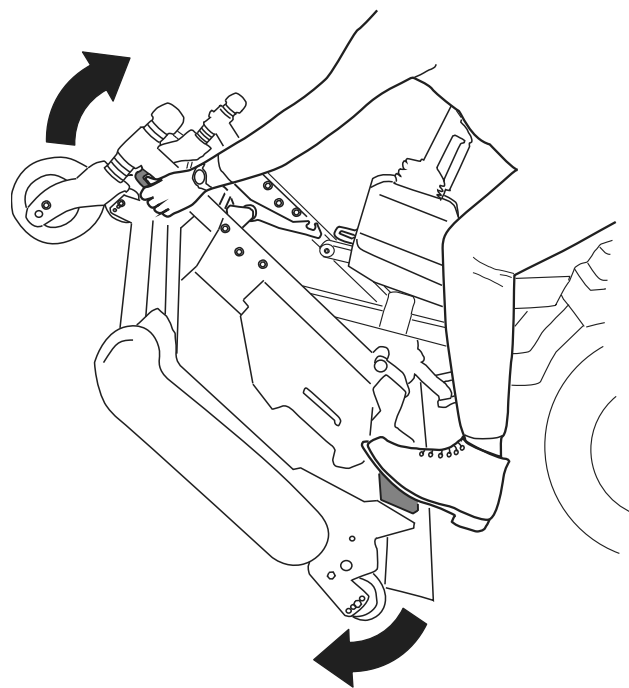
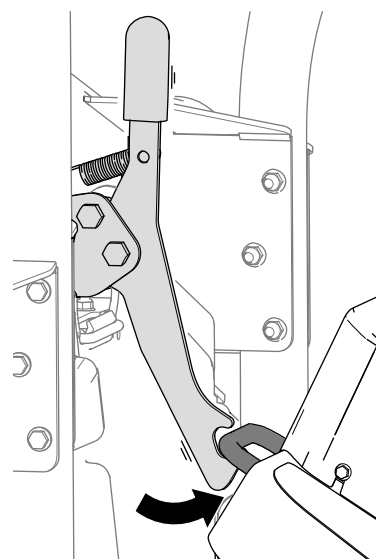

Figure 40
Figure 41
5. Tournez l'unité de coupe (Figure 40) de sorte que le verrou s'enclenche sur l'anneau d'arrimage (Figure 41).
1. Dégagez le verrou de l'unité de coupe de l'anneau d'arrimage (Figure 42) en faisant pivoter l'unité de coupe vers l'avant (voir Figure 40) et en tirant la poignée de verrouillage vers l'avant.